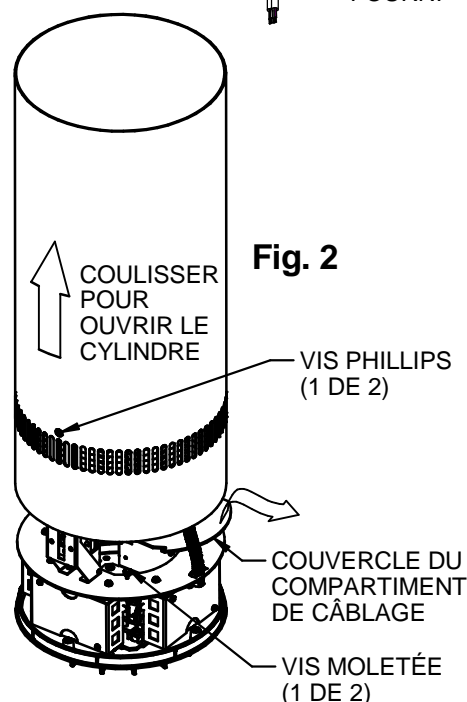

Fig. 2
- Avec précaution, poser le cylindre sur sa partie supérieure (côté à ailettes, en fonte). Desserrer (sans les déposer) les deux vis Phillips sur les côtés opposés du cylindre (près les fentes d'aération) jusqu'à ce qu'elles se dégagent des fentes de blocage internes et que le cylindre coulisse librement. Dégager le cylindre extérieur en le glissant vers le réflecteur (il doit pouvoir coulisser de 18 cm environ à partir de la rosace à ailettes en fonte) puis serrer les deux vis Phillips pour immobiliser le cylindre en position ouverte (**Fig. 2**).